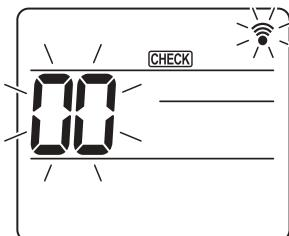
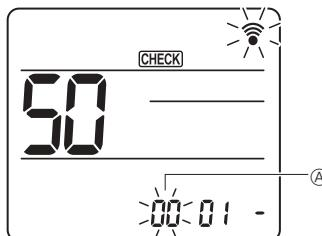
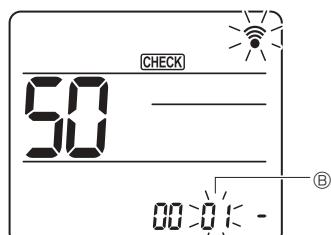
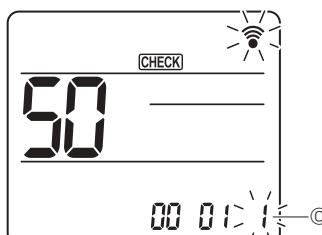

Fig. 7-16
Fig. 7-17
Fig. 7-18
Fig. 7-19
7.4.2. За допомогою безпровідного пульта дистанційного керування (Fig. 7-16, Fig. 7-17, Fig. 7-18, Fig. 7-19)
① Перехід у режим вибору функції
Загориться [CHECK] (ПЕРЕВІРКА) і почне блимини «00». (Fig. 7-16)
② Встановлення номера
Натисніть кнопку [▼] для встановлення номера блока ②. (Fig. 7-17)
③ Вибір режиму
Натисніть кнопку [▼] для вибору номера режиму ③. (Fig. 7-18)
④ Вибір номера параметра
За допомогою кнопки [▼] змініть номер налаштування ④. (Fig. 7-19)